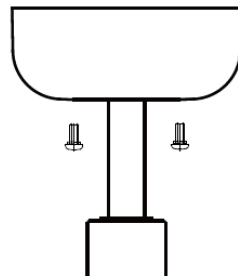

Fig. 9
- Couvrez le support de montage avec le cache. Veillez à placer tous les câblages électriques dans le cache et à ne pas les endommager durant cette étape. Fixez le cache sur le support de suspension avec les vis fournies. (Fig. 9)